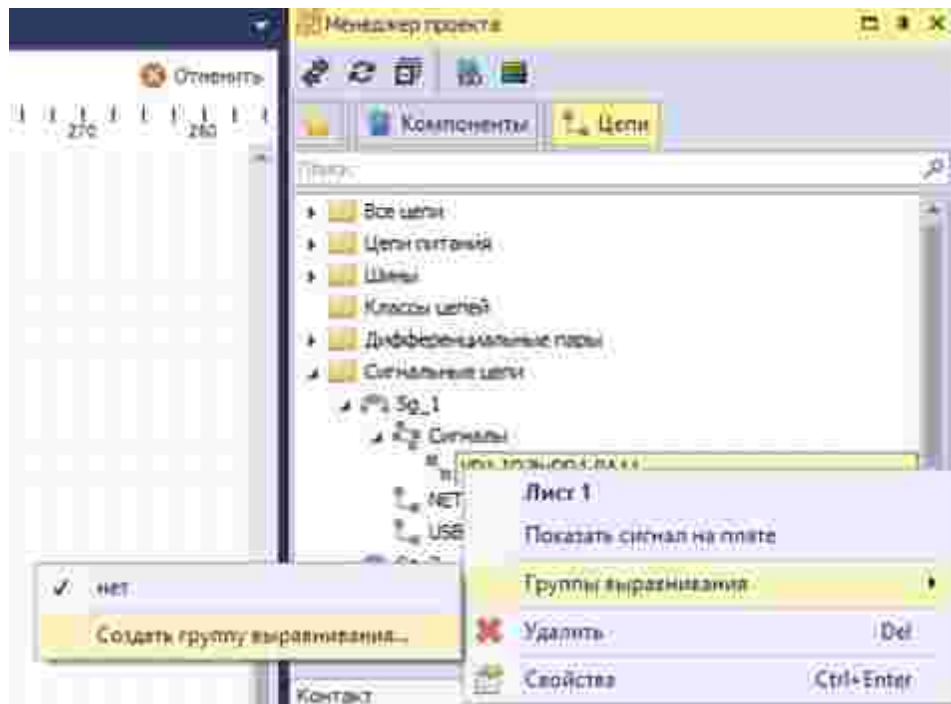

Рис. 274 Вызов создания группы выравнивания
1. Из панели «Менеджер проекта», вызвав контекстное меню с сигнала и выбрав пункт «Группы выравнивания» -> «Создать группу выравнивания...», см. Рис. 274.